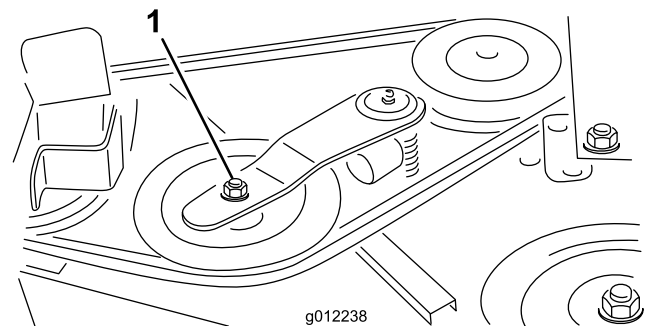

Figura 33
2. Usando una llave dinamométrica u otra herramienta similar, aleje la polea tensora (Figura 33) de la correa de transmisión para aliviar la tensión de la correa y poder retirar la correa de la polea de la caja de engranajes (Figura 34).